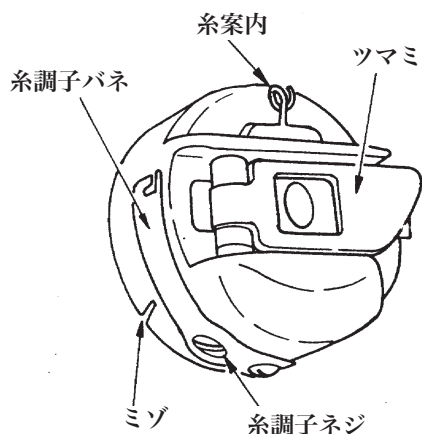

図20
①糸を巻き終ったボビンを右親指と人さし指でつまみ、糸のはしをたらしのまま、左手にもったボビンケースの中にはめ込みます。次に、外にでていた糸を②ボビンケースのふちにあるミゾに通し、③更に引きながらボビンケースの糸調子バネの下をくぐらせ、つぎに④針金の糸案内に通します。(図20参照)
ミシンの糸調子は、上糸と下糸のそれぞれについてとることができます。上糸の糸調子は、糸調子ナット(図28)によって変え、下糸の糸調子は、ボビンケースの糸調子ネジ(図20)によって変えます。通常、ボビンケースの糸調子を一定にして、糸調子ナットによって上糸の張力を加減して、糸調子をとります。